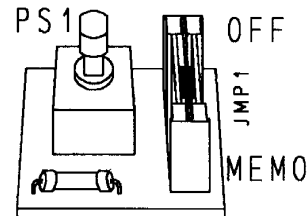

Fig. 11
- A- spostare il ponticello JMP1 in posizione "MEMO" (Fig. 11).
- A- move jumper JMP1 to "MEMO" (Fig. 11).
- A- déplacer le cavalier JMP1 pour le mettre sur la position "MEMO" (Fig. 11).
- A- bringen Sie die Brücke JMP1 in Stellung „MEMO“ (Fig. 11).
- A - poner el puente JMP1 en posición " MEMO " (Fig. 11)
- A- colocar o shunt JMP1 na posição "MEMO" (Fig. 11).